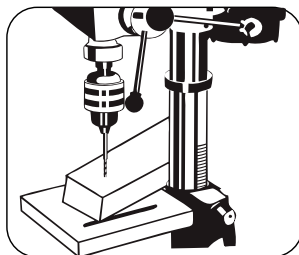

FIGURA 8.19
- La madera debe estar en contacto con el lado izquierdo de la columna (Figura 8.19).